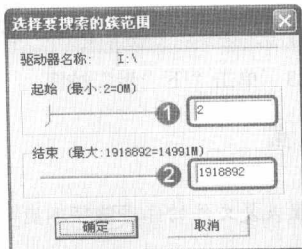

图 11-28 “选择要搜索的簇范围”对话框
步骤③ 在弹出的如图 11-28 所示的“选择要搜索的簇范围”对话框中, 分别在“起始”和“结束”文本框中进行相应设置。